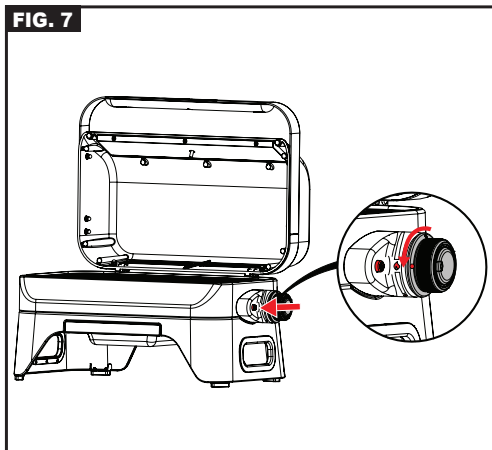

FIG. 8
2. S'assurer que le bouton de réglage est en position "OFF" (O). (Fig. 8)
Ramener le bouton de réglage en position "OFF" (O), puis fermer le robinet de la bouteille de gaz (Fig. 8).
2. Ramener le bouton de réglage en position "OFF" (O) puis fermer le robinet de la bouteille.